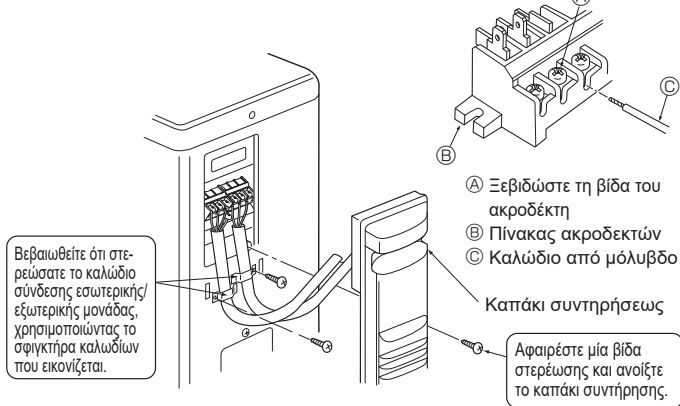
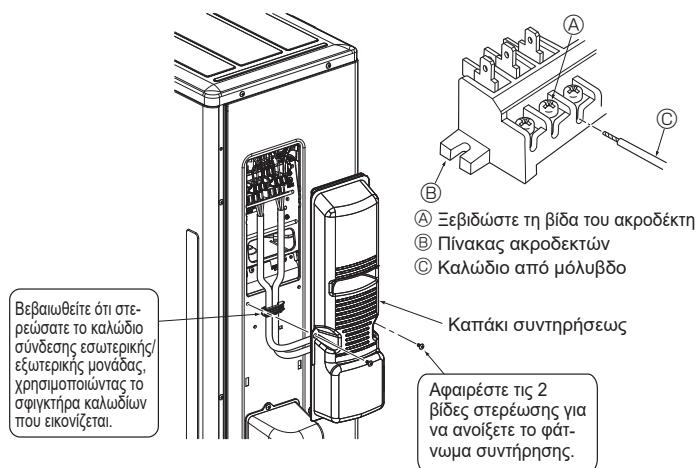

Fig. 6-3
Fig. 6-5
6.1. Εξωτερική μονάδα (Fig. 6-1, Fig. 6-2, Fig. 6-3, Fig. 6-4, Fig. 6-5)
- 2 Συνδέστε τα καλώδια σύμφωνα με τις Fig. 6-1, Fig. 6-2, Fig. 6-3, Fig. 6-4 και Fig. 6-5.